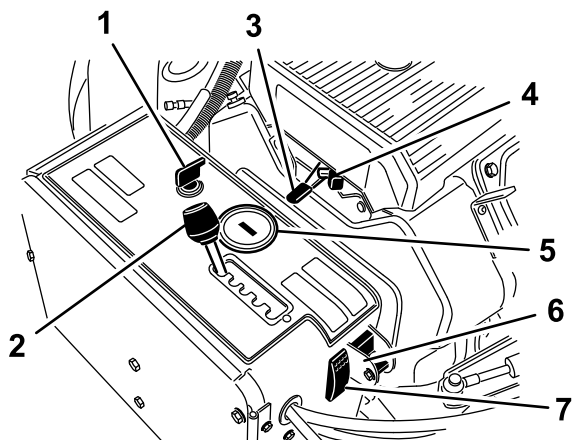

图 12
使用点火开关图 12 以启动和关闭发动机。该开关有 3 个位置
将打孔机间距杆图 12 移到所需的打孔间距或用于行驶的“T”位置。
使用油门杆图 12 可控制发动机转速。向前推动油门杆可提高发动机转速快速位置向后推则降低发动机转速慢速位置。发动机速度用于调节打孔头的速度并控制机器的地面行驶速度。
- 当发动机关闭时小时表/转速计图 12 会显示发动机已经运行的小时数。
发动机冷启动时应使用阻风门图 12。
将开关转到下方的位置可关闭 TrueCore 功能图 12。卸掉螺栓以接触手动地形跟随开关。
如果机器停止运行如机器燃油耗尽请按系统重置开关(图 12)升起打孔头。